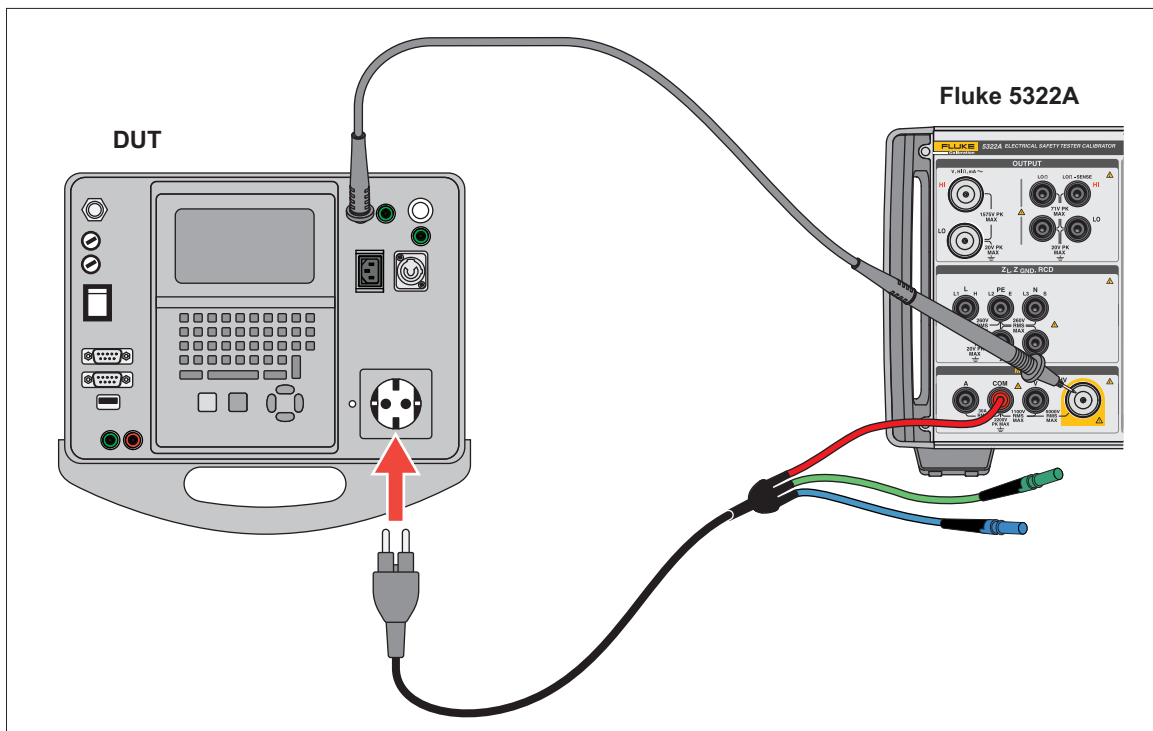

Abbildung 58. Spannungsmessung bei der Flash-Prüfung auf Klasse II im Modus „Flash LC“
3. Schließen Sie das DUT wie in Abbildung 58 dargestellt an das Produkt an.